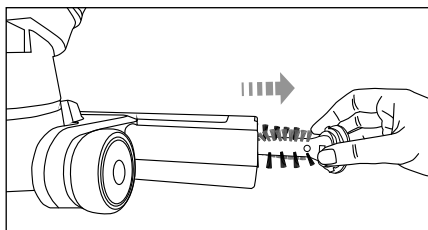

Fig. 8
- 3) Retire o rolo de escovas **18** do bocal para chão **16** (fig. 8).